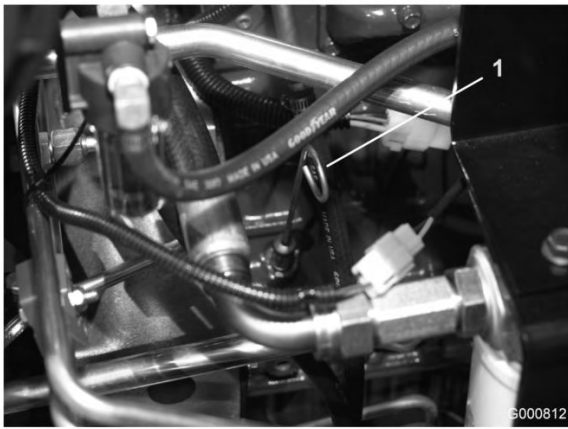

図 31
2. ディップスティック (図 31) を抜き、ウェスで拭いてもう一度差し込む。再び引き抜いて油量を点検する。FULL 位置まであればよい。